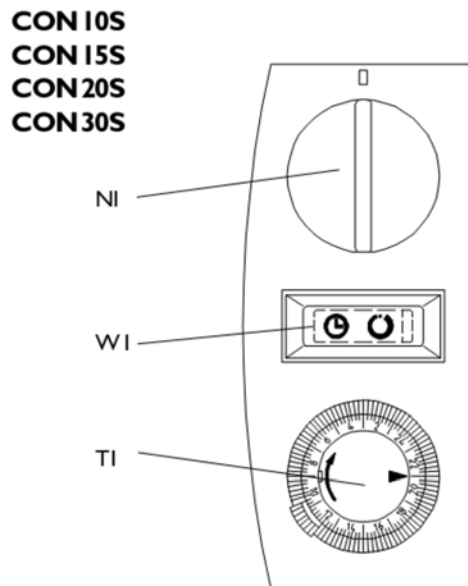

рис. 19
**Переключатель мощности** позволяет выбрать (см. рис. 19) интенсивность нагрева в зависимости от температуры в помещении.